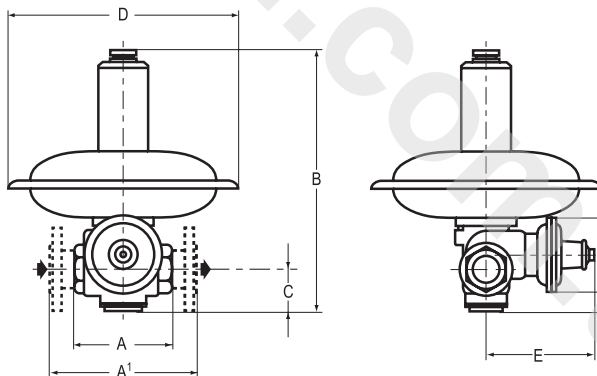

Рисунок 2. Внешний вид регуляторов: RB 18XX DN 1 1/2"
Регулятор (см. рис. 2) снабжен сбалансированной системой компенсации, которая обеспечивает стабильное давление на выходе при изменяющемся входном.
5.3 Регулятор может оснащаться ПЗК (см. рис. 2). ПЗК срабатывает каждый раз когда значение давления в камере (25) выходит за пределы установленные во время настройки и выводит крепление мембраны (30) из сбалансированного состояния. Шток (28), соединенный с диском ПЗК (19) срабатывает под воздействием пружины (21) и немедленно входит в контакт с седлом клапана (23), автоматически перекрывая поток газа.